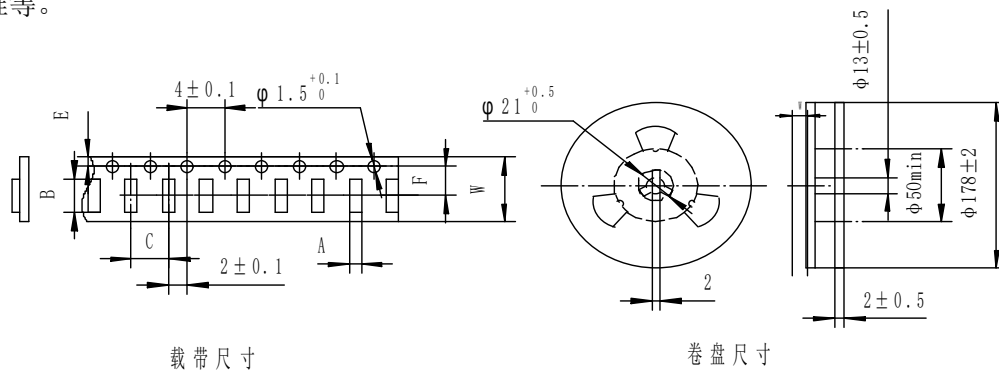
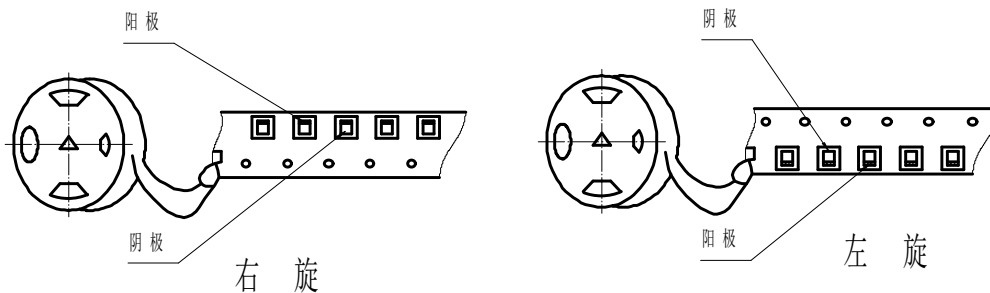

图3 编带尺寸
图4 编带卷绕方向
7.1 产品编带的尺寸及卷绕方向：见图3、图4、表3、表4。